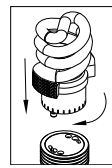

Figure 5
9. Use Wirenuts (3) to connect brown or clear fixture wire to the black power supply wire and brown or clear ribbed fixture wire to the white power supply wire. See Fig. 5
12. Unscrew Lock Ring (15) from the Socket.
13. Place the Glass Diffusers (14) over Sockets and reinstall Lock Rings (15).
14. To install lamps (16) insert pins into Socket and rotate clockwise until secure. See Fig. 5
6. Para determinar la longitud deseada de la cadena use el Eslabón de Cierre (8) y enganche la Cadena temporalmente al Lazo (9). Sostenga el luminario hasta el techo para determinar longitud deseada de la Cadena y si necesario, quite eslabones. Nota: Use alicates para quitar los eslabones y ajustar la Cadena a la longitud deseada o llame a Soporte Técnico para comprar cadena adicional. Sujete el eslabón final de la Cadena (7) al Lazo (9) con el Eslabón de Cierre (8). Encamine los alambres de tierra y de suministro de electricidad del luminario a través cada cuarta eslabón de la cadena y por el centro del Tubo Roscado (4) en la Barra Transversal (1). Corte los alambres de hacer tierra y los de suministro de electricidad del luminario para que extendan aproximadamente 6" más allá de Tubo Roscado y quite 1/2" del material aislante del extremo de los alambres. Vea Fig. 5.
9. Use Capuchones de Alambres (3) para conectar el alambre marrón o transparente del luminario al alambre de suministro de energía negro y el alambre del luminario acanalado marrón o transparente al alambre de suministro de electricidad blanco. Vea Fig. 5.
12. Desenrosque el anillo de cierre (15) del enchufe.
13. Coloque la Difusor de Cristal (14) sobre el enchufe e reinstale el anillo de cierre (15).
14. Para Instalar la lámpara (16) inserte las clavijas en la base del enchufe y gire hacia su derecha hasta que quede segura. Vea Fig. 5.